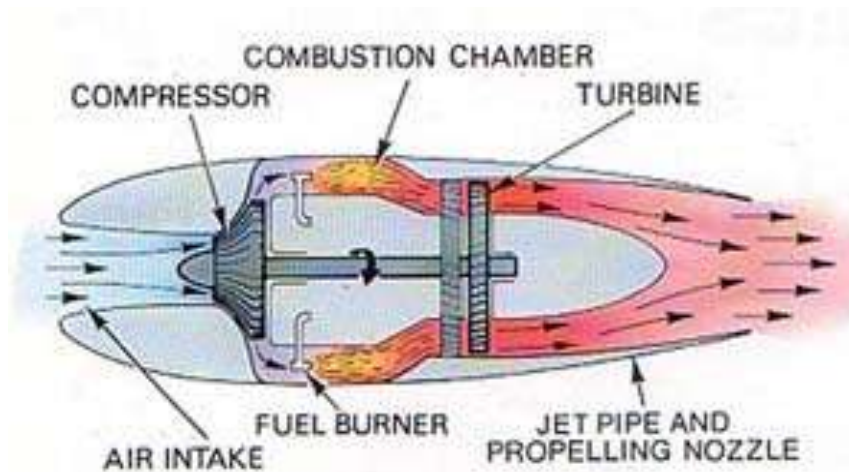

Figura 2.15 -Gerador de gases
- O conjunto **gerador de gases** é composto basicamente de três componentes: compressor, câmara de combustão e a turbina propriamente dita (Figura 2.15).